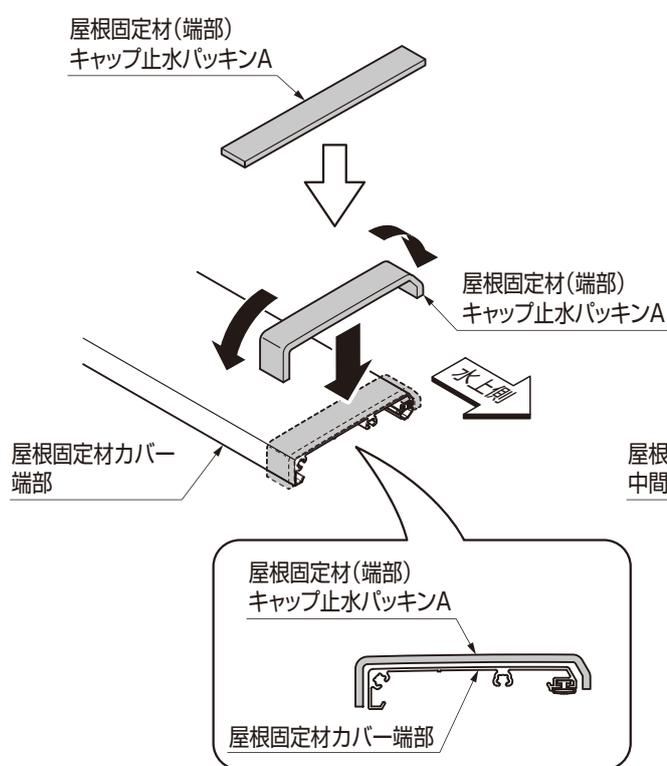

図9-12 端部
- ① 屋根固定材(端部)キャップ止水パッキンAを屋根固定材カバー 端部の水上側に貼り付けてください。(図9-12参照)